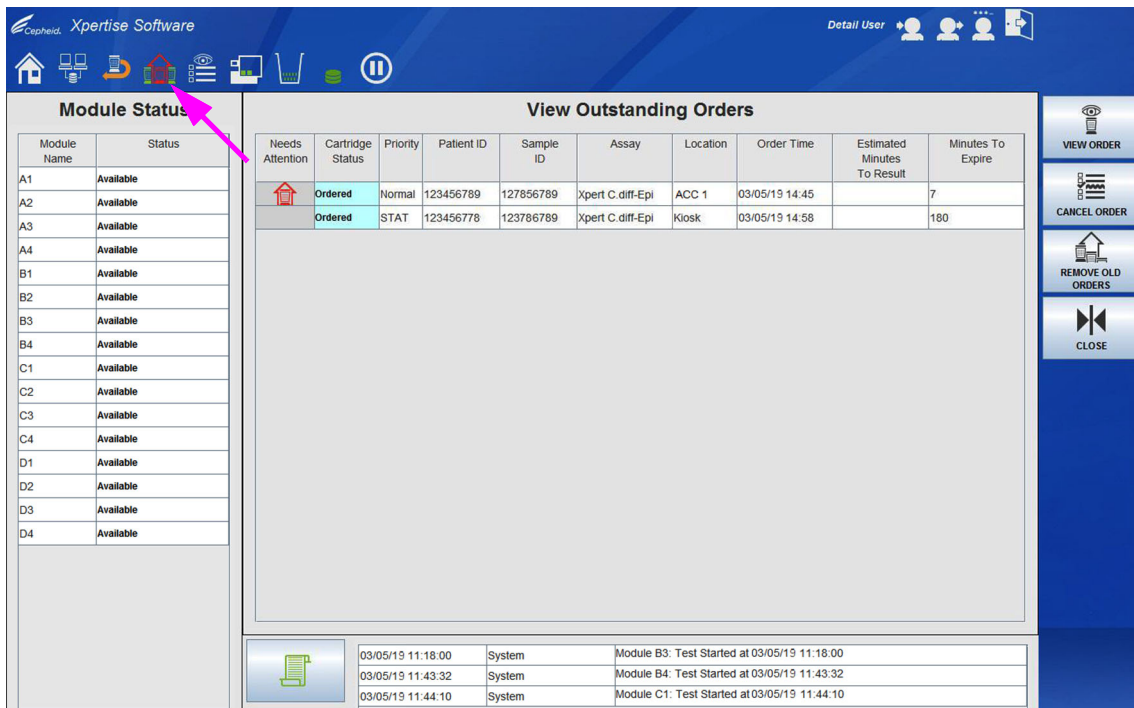

図 10-27. 未処理オーダーの表示ワークスペース、例
**未処理オーダーの表示 (View Outstanding Orders)** アイコンを押すと、未処理オーダーの表示 (View Outstanding Orders) ワークスペースが表示されます。図 10-27 を参照。未処理オーダーの表示 (View Outstanding Orders) アイコンは、どの Xpertise ワークスペースからでも押すことができます。
未処理オーダーの表示 (View Outstanding Orders) をするには、表示するオーダーの行をハイライト表示して、**オーダーの表示 (VIEW ORDER)** ボタンを選択します。図 10-27 を参照。オーダーの表示 (View Order) ワークスペースが表示されます。